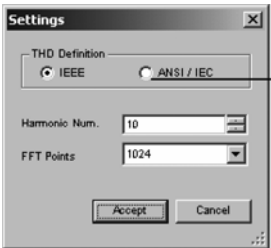

图 5-53 失真分析仪设置框
当使用失真度分析仪时，首先要设定其属性，即选择测试电路总谐波失真还是测试信噪比。由于总谐波失真的定义标准有所不同，所以还必须选择定义总谐波失真 THD 类型的选项，如图 5-53 所示的“Settings”对话框。
- **FFT Points:** 电路进行 FFT 分析变换的点数设定，如图 5-53 所示。